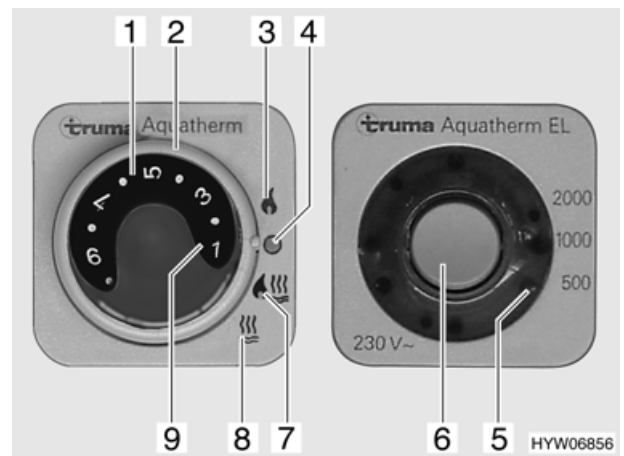

Fig. 69 Centralina di controllo Truma Aquatherm
- Funzionamento a gas (Fig. 69,3)
- Funzionamento elettrico da 230 V (Fig. 69,8)
- Funzionamento a gas e elettrico a 230 V (Fig. 69,7)
- Posizionare l'interruttore girevole (Fig. 69,2) su funzionamento a gas (Fig. 69,3). La luce spia verde sulla manopola della temperatura (Fig. 69,1) si accende.
- Impostare la manopola della temperatura (Fig. 69,1) sulla temperatura ambiente desiderata.
In caso di guasto si accende la luce spia rossa (Fig. 69,9). Attenersi alle avvertenze contenute nel capitolo 14.
- Posizionare l'interruttore girevole (Fig. 69,2) su "Spento" (Fig. 69,4).
- Posizionare l'interruttore a bilico (Fig. 69,6) sulla potenza desiderata.
- Posizionare l'interruttore girevole (Fig. 69,2) su funzionamento elettrico (Fig. 69,8). Ad inserimento avvenuto, si accende la spia di controllo (Fig. 69,5) di colore verde.
- Posizionare l'interruttore girevole (Fig. 69,2) su funzionamento a gas e funzionamento elettrico a 230 V (Fig. 69,7). Le luci spia verdi (Fig. 69,1 e Fig. 69,5) si accendono.